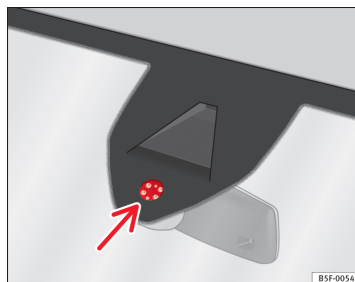

Fig. 67 Surface sensible du détecteur de pluie.
Les causes possibles d'anomalies et d'interprétations erronées dans la zone de la surface sensible ⇒ fig. 67 du détecteur de pluie peuvent être :
- Nettoyez régulièrement la surface sensible du détecteur de pluie et recherchez d'éventuels dommages sur les balais d'essuie-glace ⇒ fig. 67 (flèche).